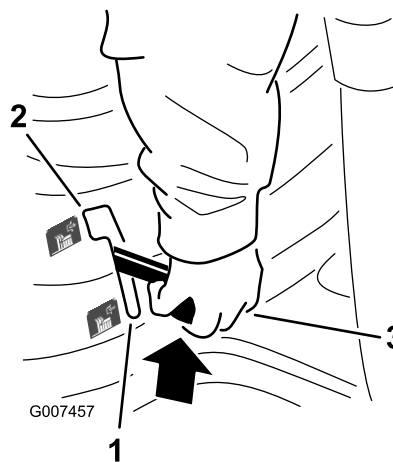

Figura 10
4. Spostate la leva del comando della lama (PDF) nella posizione di disinserimento (Figura 10).